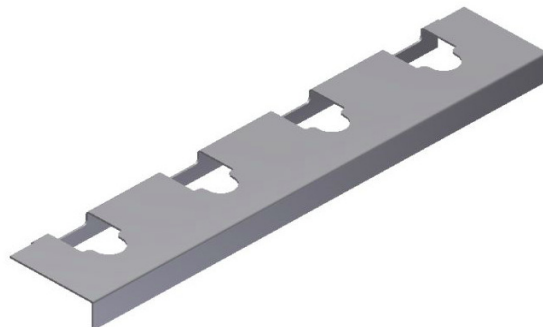

图3 支架底座的示例
5. 膜组件应放置在有缺口的支架上，缺口尺寸可以让进水适配器伸入，图 3 是底座的示例。膜组件应该在其底部端盖的中心位置有支撑，至少要用一个绑带把膜组件固定在支架上。